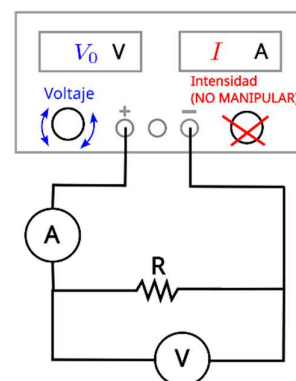

Figura 3. Medida de la resistencia
- Mide la resistencia ($R \sim [10^5 - 10^8] \Omega$) y su incertidumbre, con un circuito como el de la figura 3, tomando 10 medidas de I frente a V (en el rango de 0 a 10 V) y realizando un ajuste lineal (véase práctica 8, ley de Ohm).
- Representa en una gráfica los datos obtenidos de I frente a V para el circuito de la figura 3. Ajusta los datos linealmente y determina R y su incertidumbre.
- Representa en una gráfica los datos obtenidos de I frente a t y en otra gráfica los datos de V_C frente a t en el proceso de carga del condensador. Ajusta los datos por mínimos cuadrados no lineales a las ecs. (5) y (6). Determina τ con su incertidumbre en cada caso.
- Representa en una gráfica los datos obtenidos de I frente a t y en otra gráfica los datos de V_C frente a t en el proceso de descarga del condensador. Ajusta los datos por mínimos cuadrados no lineales a las ecs. (5) y (8). Determina τ con su incertidumbre en cada caso.